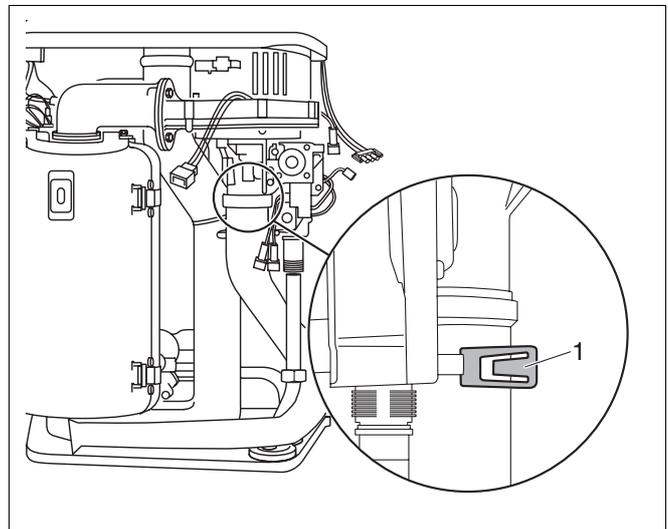

Fig. 33 Enlever le tuyau d'aspiration d'air
- Repousser la tôle de protection (fig. 33, pos. 1).
- Mettre l'appareil en service et laisser fonctionner environ 10 minutes à charge pleine (fig. 33) (commutateur ramoneur sur "1").